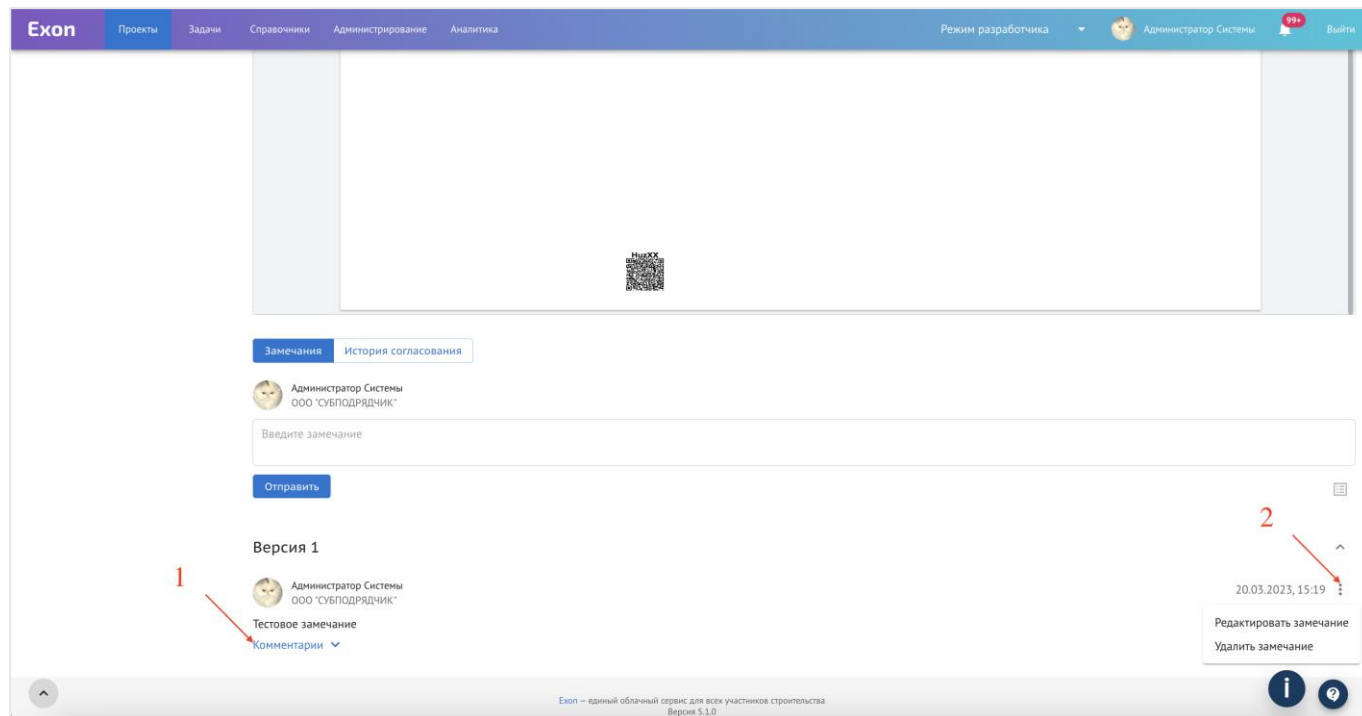

Рис. 44 – Работа с замечаниями к ИС
В окне просмотра исполнительной схемы, в нижней части интерфейса, находится область для выдачи замечаний в ходе согласования. Замечания группируются по версииности документа, к каждому замечанию представляется возможным оставить комментарий (1), а автор замечания может его редактировать или удалить (2) (рис. 44).